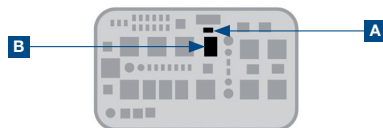

Figure 6
22 Insérez le relais (B) et le fusible (A) (**figure 6**)